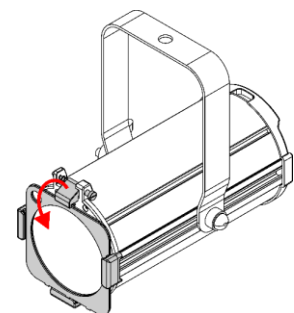

Fig. 12
- 04) Tire del **clip para el soporte de filtros de colores (02)** hacia abajo para soltar el **tornillo con resorte (01)** (véase la Fig. 12). El soporte de filtros de colores quedará sujeto en su lugar.